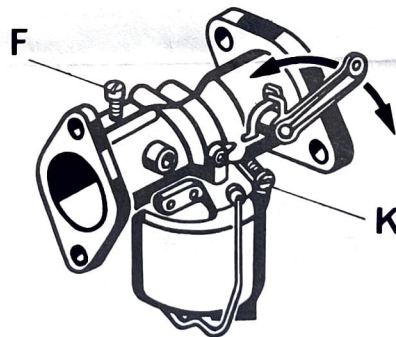

Fig. 7
1. Le dosage du mélange requis pour la marche au ralenti est réglable au moyen de la vis (K, fig. 7). Pour son réglage visser à fond, sans forcer, la vis (K, fig. 7), puis la dévisser d'environ 1 1/4 tour (réglage de base).
2. Après l'échauffement du moteur, mesurer à l'aide d'un compte-tours son régime qui devrait se situer vers 1000 t/min. Au besoin, corriger la vitesse de rotation à l'aide de la vis (F, fig. 7).
3. Tout en observant l'aiguille du compte-tours, dévisser ou visser très progressivement la vis (K, fig. 7) aussi longtemps que le régime du moteur augmente.
4. Si nécessaire, abaisser le régime au cours de ce réglage à l'aide de la vis (F, fig. 7). Si le réglage est bien fait, l'accélération doit être spontanée et sans hésitation. Au cas contraire, il faut généralement régler la vis (K, fig. 7) pour enrichir le mélange, mais parfois aussi, il faut l'appauvrir.